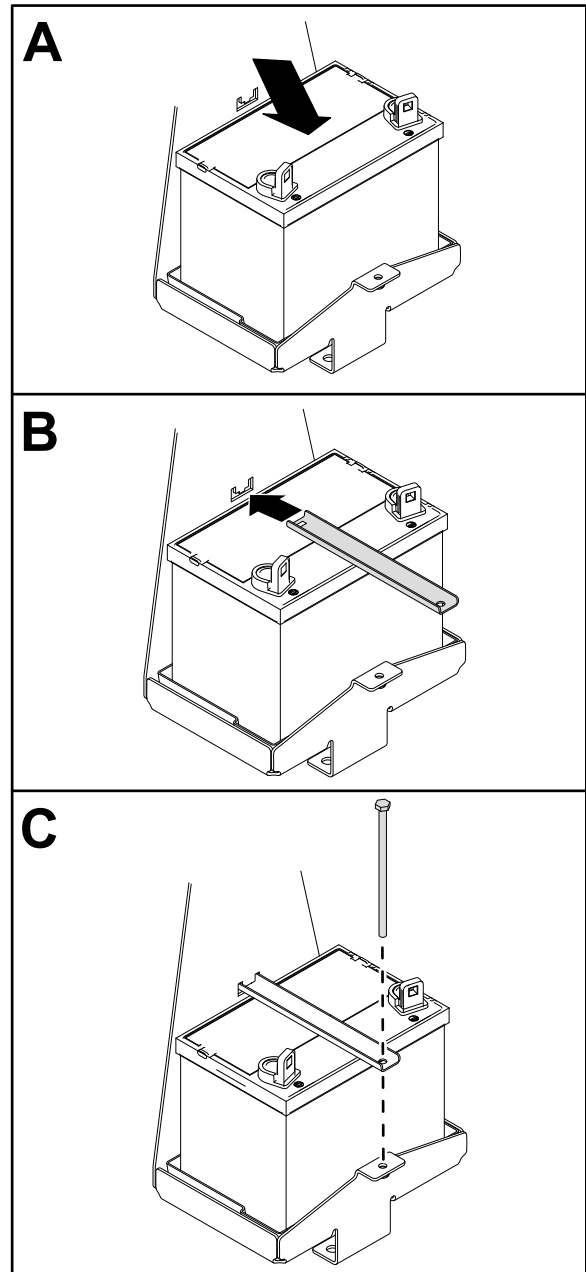

Figure 39
1. Reposez la batterie comme montré à la Figure 39.